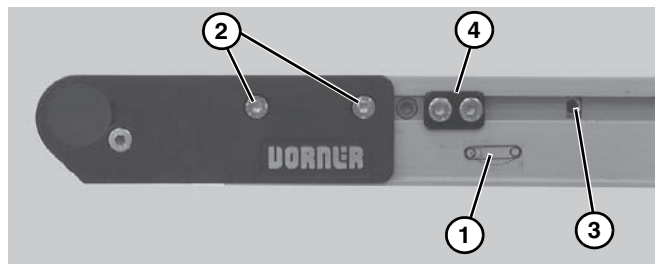

Figure 25
1. En el extremo de tensión del transportador, identificado con una  etiqueta (**Figure 25, item 1**): En ambos lados del transportador, afloje los tornillos de fijación (**Figure 25, item 2**) y gire el engranaje de piñón (**Figure 25, item 3**) para ajustar el conjunto de la placa superior.
3. Después de ajustar la tensión adecuada, apriete los tornillos de fijación (**Figure 25, ítem 2**) de ambos lados del transportador a 60 in-lb (7 Nm).
4. Si dispone de medios de alineación de leva (**Figure 25, ítem 4**), sitúelos contra las placas superiores y ajuste la alineación de la cinta. Consulte "Alineación de la cinta del transportador" en page 13.